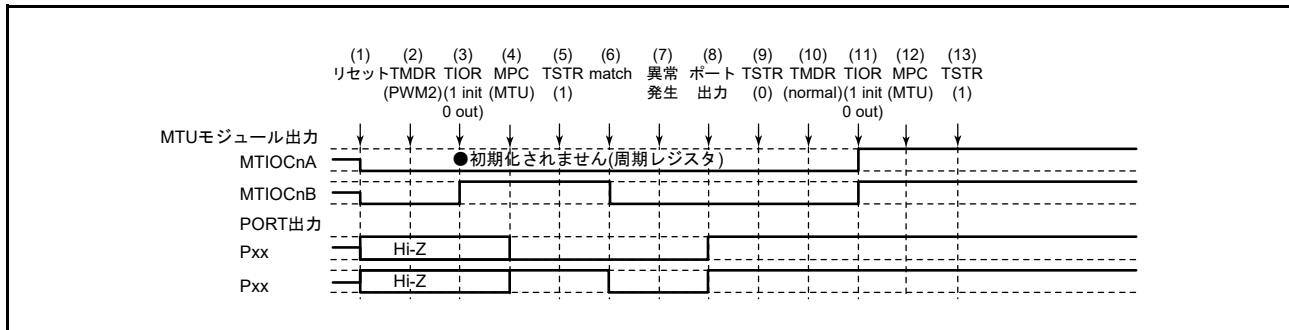

図 22.166 PWM モード 2 で異常が発生し、ノーマルモードで復帰する場合
PWM モード 2 で異常が発生し、再設定後ノーマルモードで再スタートする場合の説明図を図 22.166 に示します。
(1) ~ (9) は図 22.166 と共通です。
(10) PWM モード 1 を設定します。
(11) TIOR レジスタで端子を初期化してください (PWM モード 1 では MTIOcNB (MTIOcND) 端子に波形が出力されません。出力すべきレベルがある場合は、I/O ポートのポート方向レジスタ (PDR)、ポート出力データレジスタ (PODR) で汎用出力ポートの設定をしてください)。
(12) MPC と I/O ポートのポートモードレジスタ (PMR) で MTU 出力としてください。
(13) TSTRA レジスタで再スタートします。
(10) PWM モード 2 で再スタートする場合には必要ありません。
(11) TIOR レジスタで端子を初期化してください (PWM モード 2 では周期レジスタに使用した TGR レジスタに対応する端子に波形が出力されません。出力すべきレベルがある場合は、I/O ポートのポート方向レジスタ (PDR)、ポート出力データレジスタ (PODR) で汎用出力ポートの設定をしてください)。
(10) 位相計数モードを設定します。
(11) TIOR レジスタで端子を初期化してください。
(13) TSTR レジスタで再スタートします。